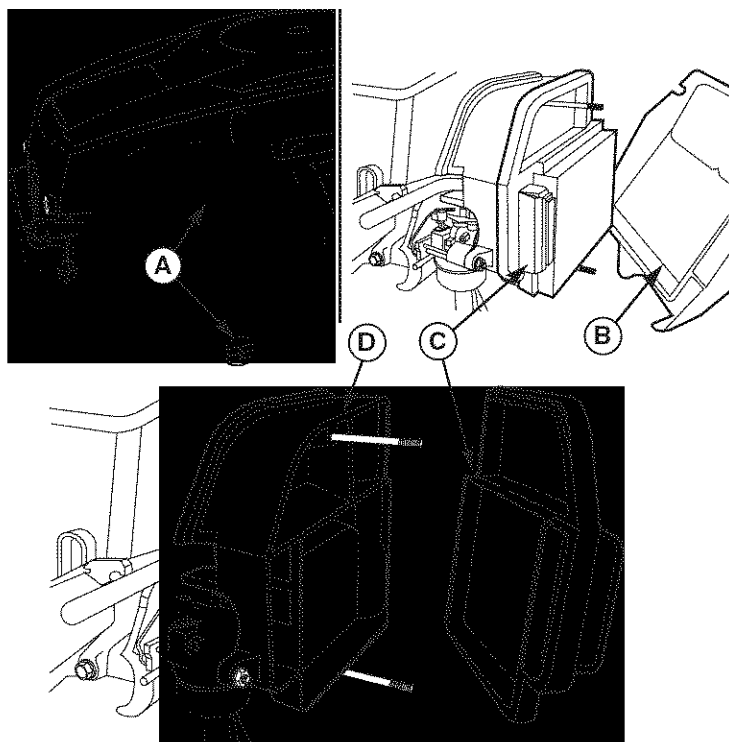

**Figura 26. Ensamble del filtro de aceite -
1. Afloje los botones de la cubierta del filtro de aire (A, Figura 26) y remueva la cubierta (B). Limpie cualquier residuo alrededor del filtro de aire. Inspeccione la condición de las superficies de sellamiento del elemento del filtro de aire (C) y de la base del filtro (D). Reemplace cualquier parte dañada.
2. Remueva el elemento del filtro de aire (C).
3. Instale el elemento del filtro de aire nuevo con el lado plisado hacia afuera y asíntelo en los bordes de la base del purificador de aire (D).
4. Reinstale la cubierta del filtro de aire (B) y asegúrela con los dos botones (A).